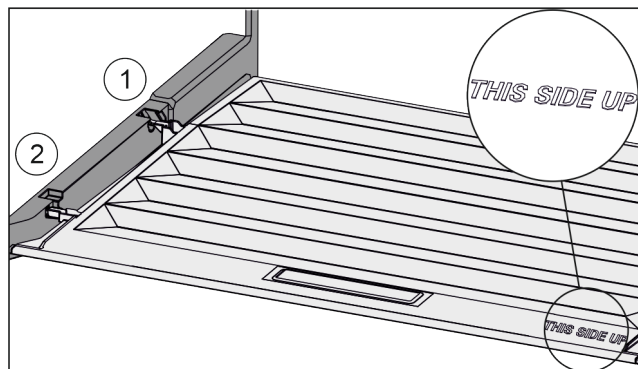

Fig. 40
- ▶ Inserire le nervature del coperchio attraverso l'apertura del supporto posteriore Fig. 40 (1) e innestare anteriormente nel supporto Fig. 40 (2).